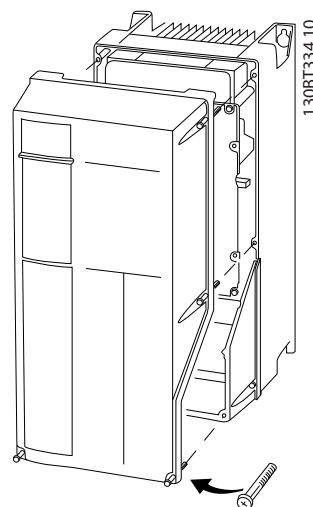

图 2.10 A4、A5、B1、B2、C1 和 C2 机箱的控制端子检视
- 或松开前盖的固定螺钉, 拆下前盖。请参阅 图 2.10。